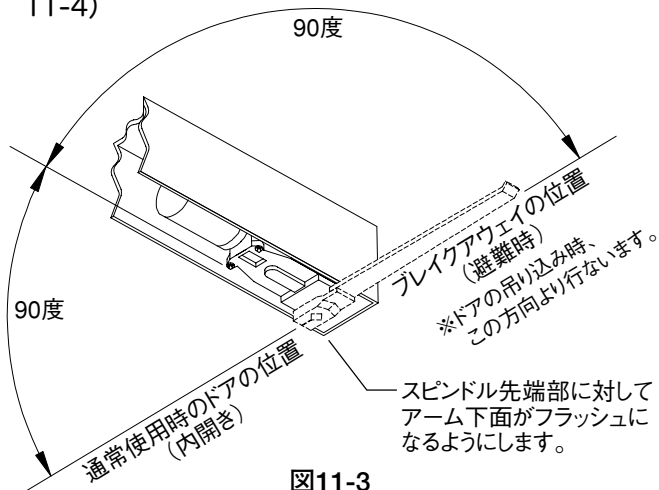

図11-3
11.3 工場からオペレーターが届き、ヘッダーに取り付けた時には、スピンドルは通常使用の位置ではなく、緊急退避ブレイクアウェイの位置(内開きの場合)にあります。このようにオペレーターアームが取り付けられた時に注意しなければいけないことは、スピンドルはすでに緊急退避の位置にあり、アームはその方向に向いているとして取り付けなければなりません。アームを取り付ける前に、アームのブレイクアウェイ(避難)の位置を決定して下さい。(図11-3) ※オペレーターの左右勝手も同時にご確認下さい。